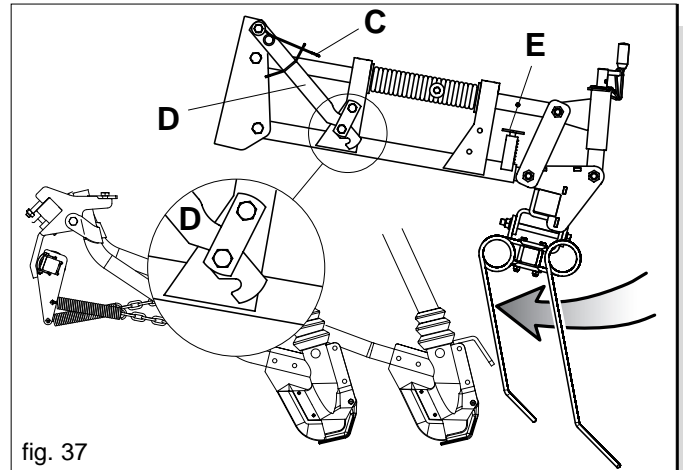

fig. 37
Per il trasporto stradale, i denti dell'erpice copriseme devono essere rivolti verso il basso (Fig. 37).
- 2) Sollevare l'erpice copriseme fino ad agganciare la leva (D Fig. 37).
- 3) Sollevare il perno (E Fig. 37) e far scorrere l'erpice fino al successivo aggancio automatico del perno (E Fig. 37).